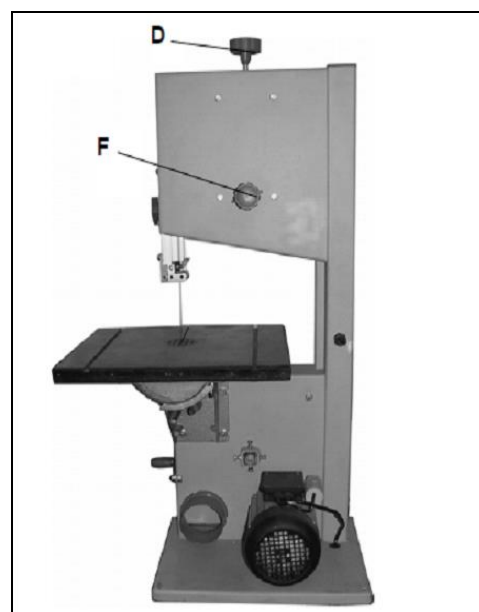

Fig 22
8. Falls erforderlich, justieren Sie den Bandlauf an der Bandlaufeinstellschraube (F, Fig 22).
Über das Handrad an der Maschinenrückseite (F, Fig 22) kann der korrekte Sägebandlauf eingestellt werden.